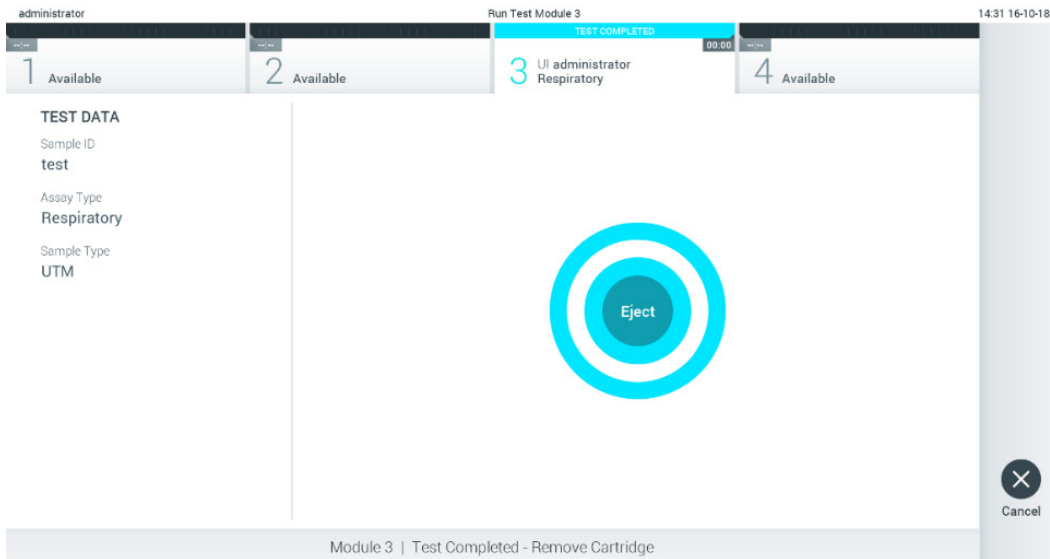

Рис. 29. Відображення екрана Eject (Вийняти).
10. Після завершення тесту з'явиться екран **Eject** (Виймання) (рис. 29).